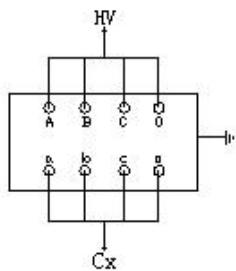

图 6-10 变压器正接法
(1) : 正接法、电压为 10KV、一次绕组对二次绕组、接线见图 6-10